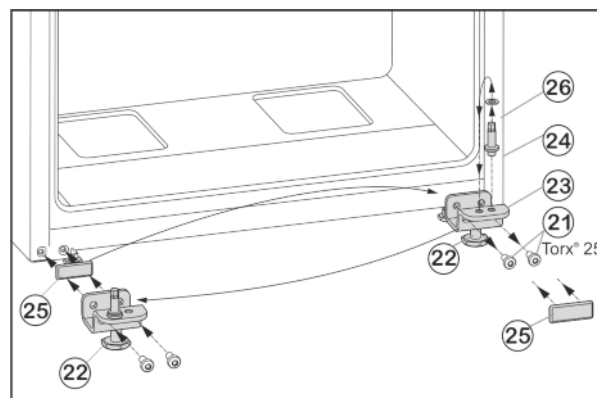

Fig. 7
- ▶ Tekerje le a rögzítőcsavarokat Fig. 7 (21).
- ▶ Vegye le a teljes alsó csapágybakot Fig. 7 (23) a csapzeggel Fig. 7 (24), az alátétet Fig. 7 (26) és a beállító lábbal Fig. 7 (22).
- ▶ Csavarozza le a teljes csapágybakot Fig. 7 (24) az alátétet Fig. 7 (26), helyezze át a csapágybak túloldali felvő furatába, és csavarozza vissza.
- ▶ Óvatosan vegye le a fedőlemezt Fig. 7 (25), és helyezze át az ellenkező oldalra.
- ▶ A teljes alsó csapágybakot *Fig. 7 (23)* a csapszeggel *Fig. 7 (24)*, az alátéttel *Fig. 7 (26)* és a beállító lábbal *Fig. 7 (22)* a csuklópánt új oldalán **erősen (4 Nm-es nyomatékkal)** csavarozza vissza, adott esetben egy akkus csavarhúzó használatával.
- ▶ Az alsó ajtót felülről helyezze a csapszegre *Fig. 7 (24)*.
- ▶ A középső csapágybakot (13) 180°-kal elfordítva csavarozza be az alsó ajtóba rögzítőcsavarokkal (11) (2 db Torx® 25) **erősen (4 Nm-es nyomatékkal)** az új csuklópánt oldalára.
- ▶ Helyezze vissza a műanyag alátéteket (10).
- ▶ Tekerje ki az állítólábat *Fig. 7 (22)* az alsó csapágybakból *Fig. 7 (23)*, míg hozzá nem ér a talajhoz.